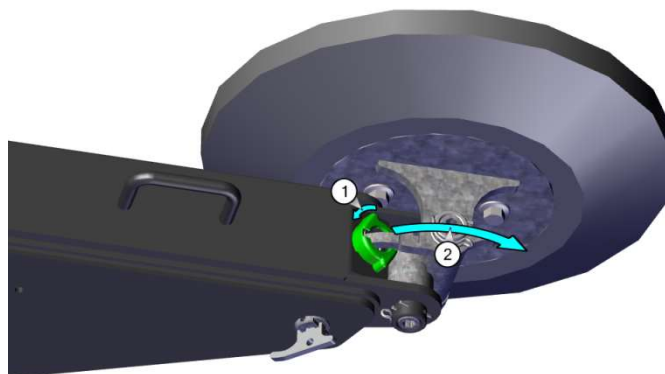

Figure: 35
Tenez fermement le pied stabilisateur lorsque vous le déverrouillez en raison du risque de se coincer les doigts (voir aussi Figure 35)
- Tenez le pied stabilisateur d'une main et tournez la bague synthétique vers la droite de l'autre main. (voir Figure 35)